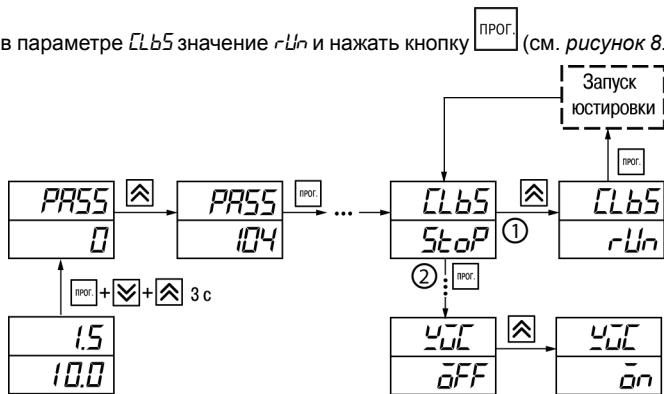

Рисунок 8.6 – Последовательность действий во время юстировки
5. Установить в параметре $\bar{c}Lb5$ значение rUn и нажать кнопку ПРОГ. (см. рисунок 8.6, шаг 1).
6. Включить автоматическую коррекцию ЭДС ТП по температуре его свободных концов, установив в параметре $\bar{c}ЦЦ$ значение \bar{on} (см. рисунок 8.6, шаг 2).